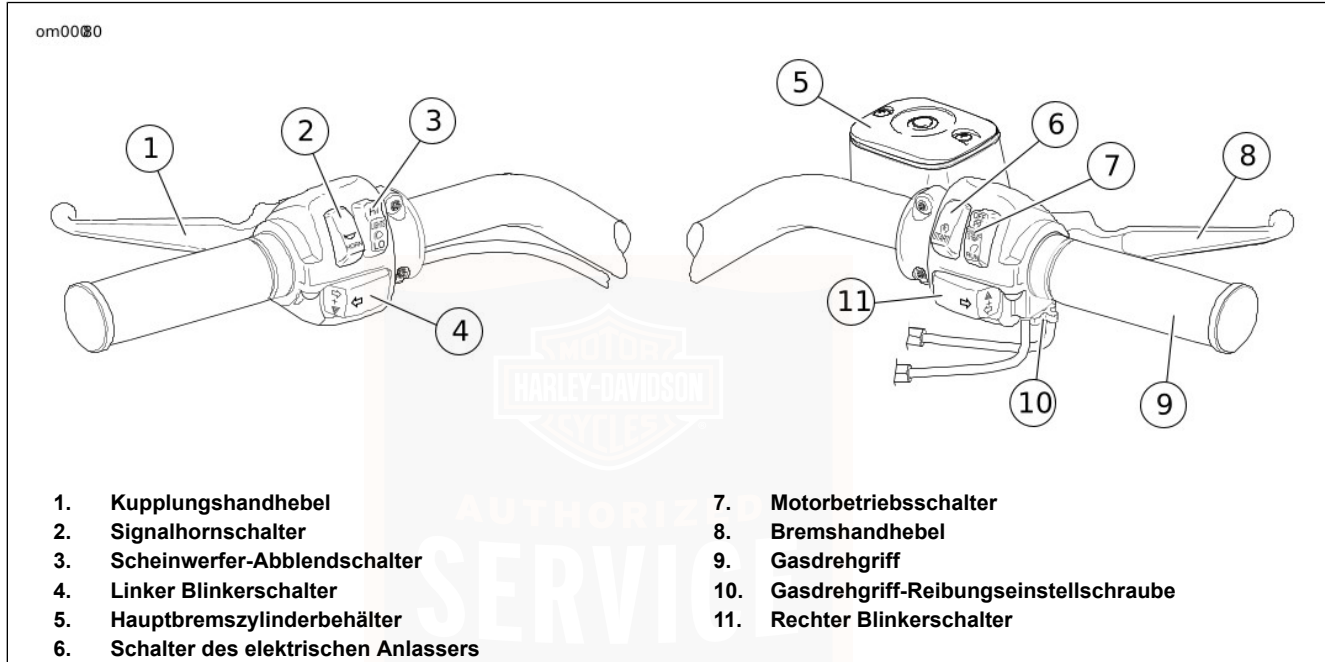

Abbildung 5. Lenkerbedienungselemente
Siehe Abbildung 5. Der Schalter des elektrischen Anlassers befindet sich auf der rechten Lenkerschalterbaugruppe. Siehe FUNKTIONSWEISE > ANLASSEN DES MOTORS:
Siehe Abbildung 5. Mit dem Motorbetriebsschalter (7) wird die Zündung EIN- bzw. AUSGESCHALTET. Der Motorbetriebsschalter befindet sich auf der rechten Lenkerseite. Den oberen Teil des Motorbetriebsschalters drücken, um die Stromversorgung der Zündung auszuschalten und damit den Motor abzustellen. Den unteren Teil des Motorbetriebsschalters drücken, um die Zündung einzuschalten.
Siehe Abbildung 5. Der Gasdrehgriff (9) befindet sich auf der rechten Lenkerseite und wird mit der rechten Hand betätigt.
Siehe Abbildung 5. Der Kupplungshandhebel (1) befindet sich auf der linken Lenkerseite und wird mit den Fingern der linken Hand betätigt.
Siehe Abbildung 5. Das Signalhorn wird über den Signalhornschalter (2) betätigt, der sich in der linken Lenkerschalterbaugruppe befindet.
Siehe Abbildung 5. Der Scheinwerfer-Abblendschalter (3) befindet sich auf der linken Lenkerseite. Der Schalter hat zwei Positionen zum Einschalten von Fernlicht oder Abblendlicht.
Siehe Abbildung 5. Alle Lenkerschalterbaugruppen sind mit einem Blinkerschalter ausgerüstet.